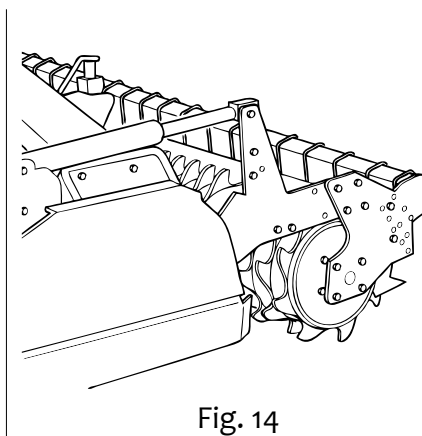

Fig. 14
- Con cilindri idraulici (Fig. 14). Questa soluzione per la regolazione della profondità di lavoro con cilindri a comando idraulico, si effettua dal posto di guida, tramite l'azionamento idraulico che comanda i due cilindri idraulici, che regolano i rulli posteriori e quindi ne determina la profondità di lavoro. Entrambi i cilindri idraulici sono dotati di valvola di blocco.